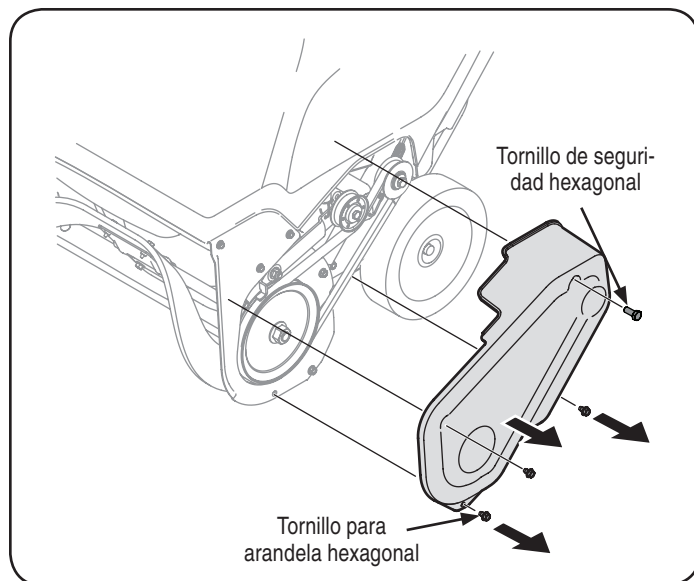

Figura 19
- Para sacar la cubierta de la correa saque los tres tornillos para arandela hexagonal y un tornillo de seguridad hexagonal que la sujetan al bastidor. Vea la Figura 19.